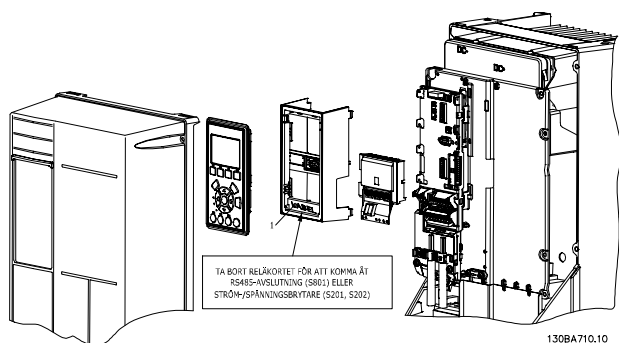

Bild 9.10 A5, B1-B4 och C1-C4
1) **VIKTIGT!** Etiketten **MÅSTE** placeras på LCP:n enligt Bild 9.10 för att uppnå UL-godkännande.